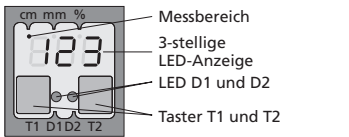

Bild 3: TouchControl mit LED-Anzeige
- Sensor wahlweise über die LED-Anzeige (Bild 3) parametrisieren, vgl. Diagramm 1,